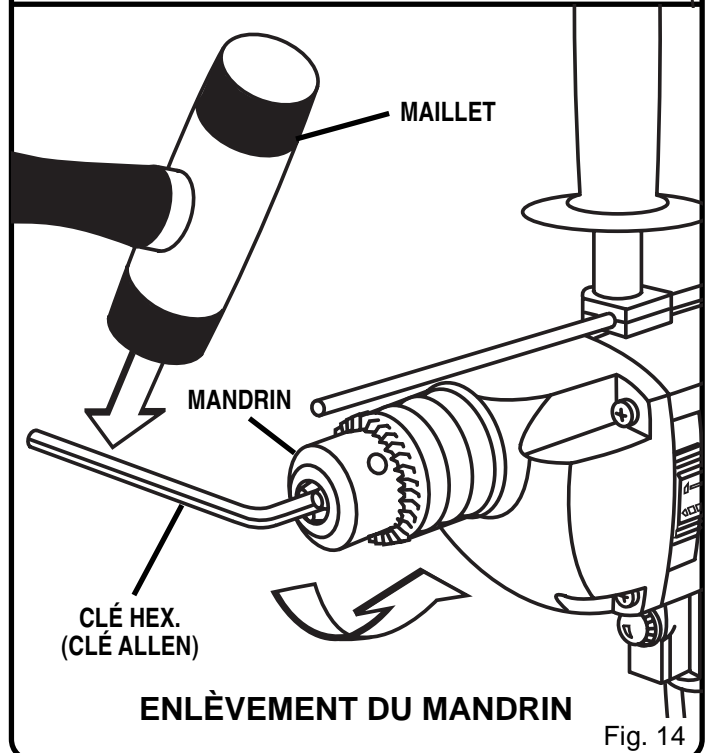

Fig. 14
5. Insérez la clé hex. dans le mandrin et serrez bien le mandrin. Tapez fortement à l'aide d'un maillet dans le sens inverse des aiguilles d'une montre. Ceci desserrera le mandrin sur la broche. Il peut maintenant être dévissé à la main. Voir figure 14.